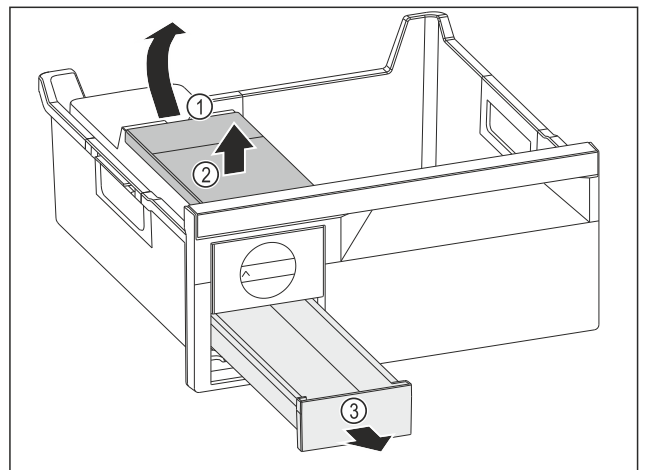

Fig. 129
- ▶ Odobratie nádržky na vodu: Nádržku na vodu nadvihnite za vybranie Fig. 129 (1).
- ▶ Nádržku na vodu Fig. 129 (2) odoberte smerom nahor.
- ▶ Zásuvku na kocky ľadu Fig. 129 (3) odoberte smerom nahor.